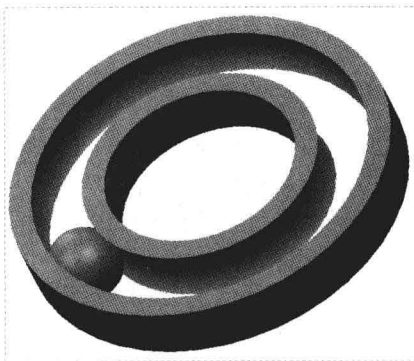

图 6-72 图形文件
Step 01 按【Ctrl+O】组合键，打开图形文件，如图 6-72 所示。